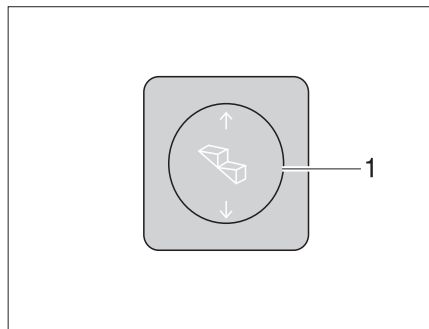

Bild 1 Bedienhalter Eintrittstufe
- Wippschalter (Bild 1,1) unten drücken, bis die Eintrittstufe vollständig ausgefahren ist.
- Wippschalter (Bild 1,1) oben drücken, bis die Eintrittstufe vollständig eingefahren ist.